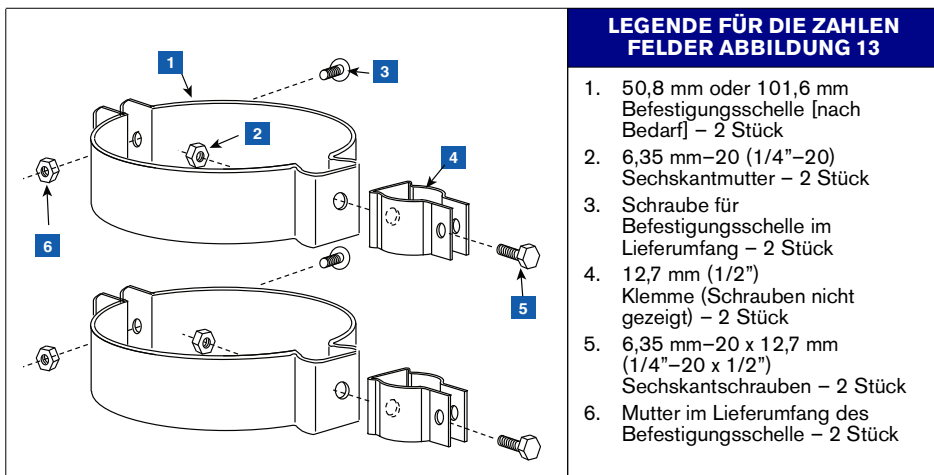

Abbildung 13. 12,7 mm [1/2"] Klemme an Befestigungsschelle befestigen
1. Die zwei 12,7 mm [1/2"] Klemmen an den zwei Befestigungsschellen aus dem Installationshardware-Kit (330020–528 oder 330020–835) (50,8 mm [2"] oder 101,6 mm [4"], je nach Bedarf), wie in Abbildung 13 gezeigt, befestigen. Die Befestigungsschellen so ausrichten, dass die Löcher für 12,7 mm (1/2") (Punkt 4) Klemmen vertikal ausgerichtet sind.